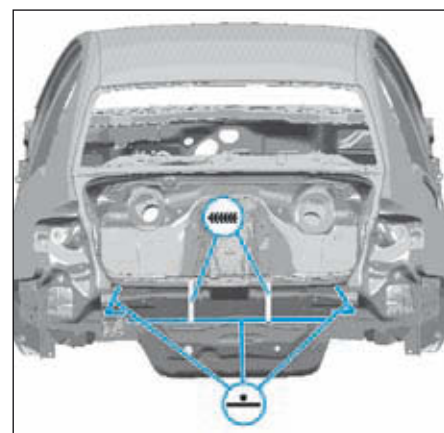

FIG.143
- Ajuster et souder comme illustré (Fig.143).